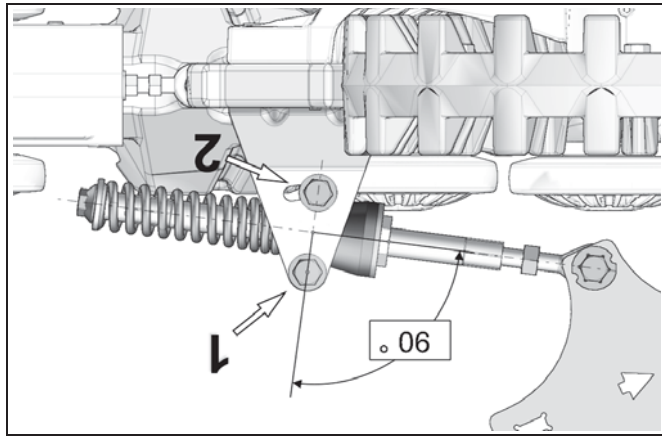

Figure 12
- Positionner le support pivotant de l'ancrage anti-rotation à 90° (perpendiculaire) au bras stabilisateur. Serrez ensuite les deux boulons de fixation de l'ancrage anti-rotation (1) et (2) à un couple de 50 N·m. Voir la Figure 12.